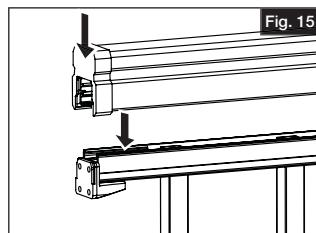

Fig. 15
- Presionar las cubiertas de soporte del travesaño superior en cada extremo del tapón de travesaño superior que fue cortado previamente. Presionar sobre la del travesaño superior para asegurarse de que encaje perfectamente en el tramo y comprobar que las cubiertas del soporte del travesaño superior se mantengan en su lugar con el soporte de línea (Fig. 15).